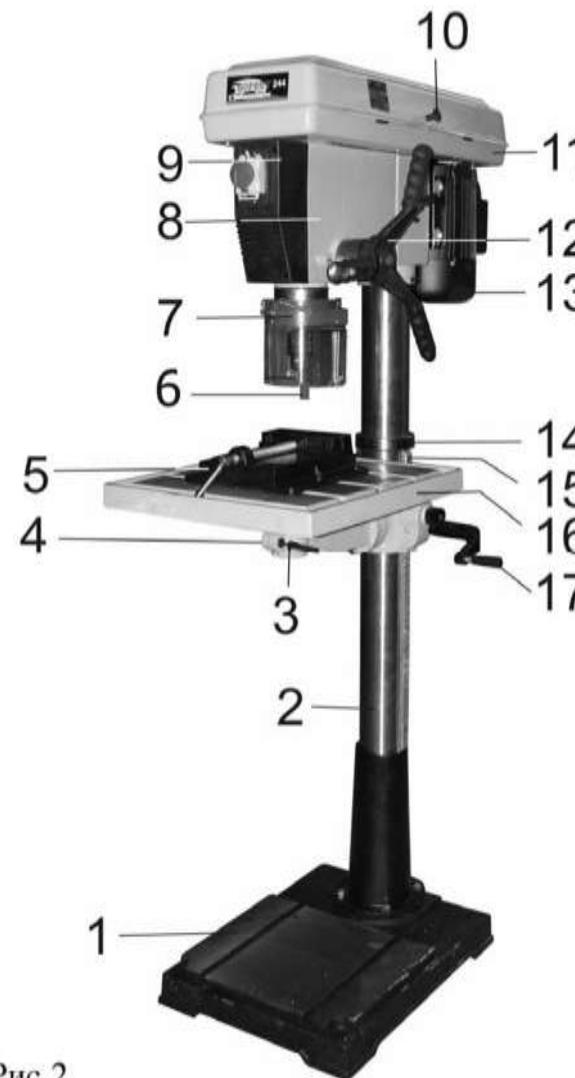
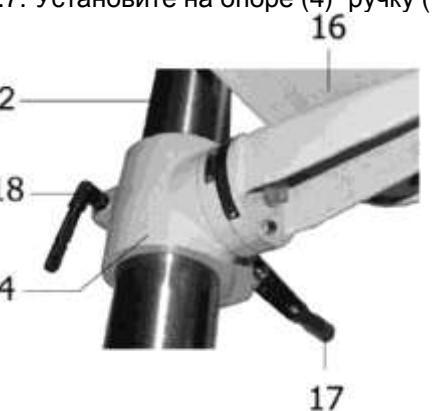

Рис.2
Рис. 3
- трещины металлоконструкции шпиндельной головки (8), Рис. 2;
8.1. При использовании станка закрепите его на ровной поверхности пола четырьмя анкерными соединениями (не комплектуются) через отверстия в основании (1) Рис.2. Обязательно используйте при креплении плоскую и пружинную шайбы на каждый болт (не комплектуется).
9.1. Установите на ровную прочную поверхность пола основание (1) станка, Рис.2.
9.2. Установите на основание (1) колонну (2), Рис.2., и закрепите ее четырьмя прилагаемыми болтами (D), Рис.1 .
9.3. Демонтируйте стопорное кольцо (14) и кремальерную рейку (15) с колонны (2), Рис.2.
9.4. Установите на колонну (2) опору (4) совместно с кремальерной рейкой (15), обеспечив ее зацепление с червячным валом опоры (4), Рис.2, и зафиксируйте положение кремальерной рейки (15) стопорным кольцом (14), затянув на стопорном кольце (14) винт с шестигранной головкой, Рис.2.
9.6. Установите на хвостовик червячного вала опоры (4) ручку (17) и зафиксируйте ее положение имеющимся в ней винтом с шестигранной головкой, Рис.2 .
9.7. Установите на опоре (4) ручку (18), Рис.3, для надежной фиксации положения опоры на колонне (2), Рис.2.
9.8. Установите рабочий стол (16) на опору (4) и закрепите его положение ручкой фиксации (3), Рис.2.
9.9. Аккуратно установите на колонну (2) шпиндельную головку станка (8), Рис.2, предварительно ослабив винты фиксации (19), Рис.4. Поворачивая шпиндельную головку (8) на колонне (2), Рис.2, убедитесь, что она села до упора. Затяните винты фиксации (19), Рис.4 .
9.10. Установите и закрепите ручку подачи (12), Рис.2, как показано на рисунке 2. Убедитесь, что шпиндель подается этой ручкой на всю глубину и легко возвращается в исходное положение.
9.11. Установите сверлильный патрон (6), Рис.2, на дюрн (H), Рис.1, предварительно удалив с его поверхности смазку, а также очистите от смазки внутреннюю посадочную поверхность сверлильного патрона (6), Рис.2. Закрепите сверлильный патрон (6), Рис.2, в сборе с дюрном (H), Рис.1, на шпинделе легким ударом через деревянный бруск. При этом, кулачки сверлильного патрона (6), Рис.2, должны быть сведены
9.13. Установите и закрепите ручку (10) на защитном кожухе ременной передачи (11), Рис.2.
9.14. Установите на рабочий стол (16) тиски (5) и зафиксируйте их положение специальными болтами, Рис.2 (не комплектуются).
9.15. Проверьте наличие поперечного люфта шпинделя, покачав за сверлильный патрон (6), Рис.2. Если люфт ощущим, его можно минимизировать, проворачивая по часовой стрелке винт (20), Рис.5 (предварительно отпустите контрящую гайку, а по завершению регулировки вновь затяните ее).
10.5. Установка высоты рабочего стола (16) задается ручкой (17) и фиксируется ручкой (18), Рис.3.